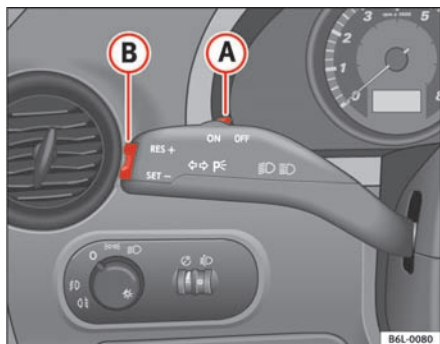

Fig. 105 Blink- og fjernlysarm: kontakt og vippeknap til fartpilot
- Tryk på den øverste del **RES** af vippeknappen ⇒ fig. 105 **B** for at indstille en højere hastighed. Bilen accelererer, så længe du holder vippeknappen inde. Når du slipper knappen, bliver den nye hastighed gemt.
Hvis du reducerer hastigheden ved at træde på bremsepedalen, bliver fartpiloten deaktiveret. Du kan aktivere fartpiloten igen ved at trykke en enkelt gang på den øverste del af vippeknappen, **RES+** ⇒ fig. 105 **B**.